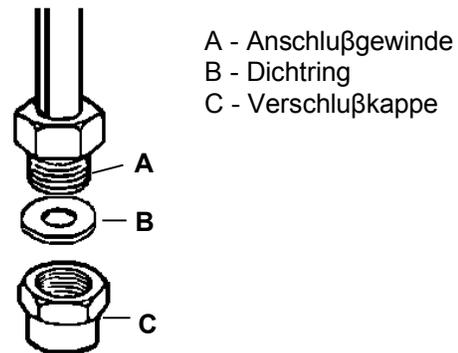

fig. 13
- Sollte der Gasanschluß nicht an der dafür vorbereiteten, sondern an der gegenüberliegenden Seite erfolgen, so muß die Verschlusskappe gelöst und auf der anderen Seite wieder angebracht werden (fig. 13) (Dichtungsring nicht vergessen).